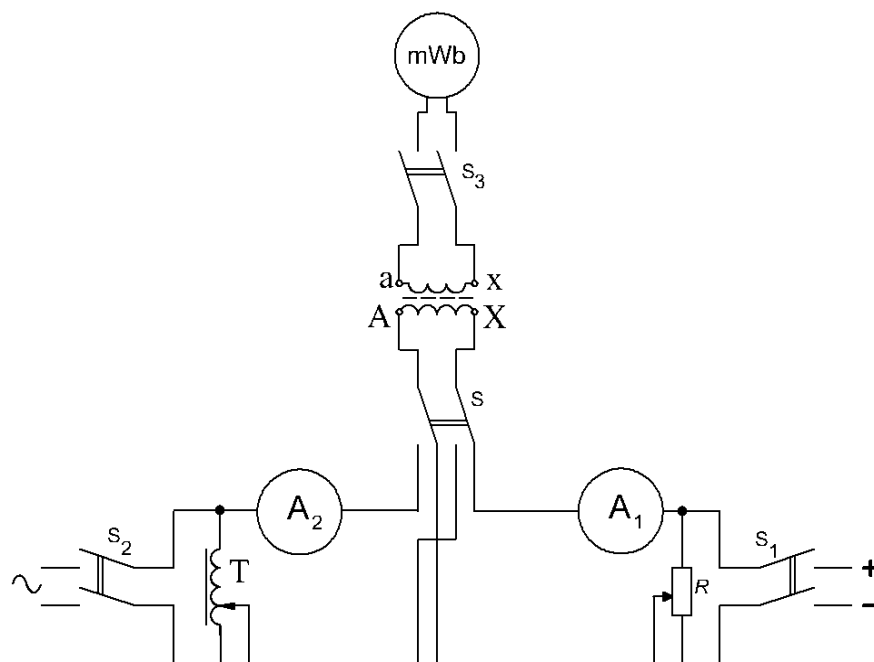

Рисунок 4 – Схема для исследования неразветвленной магнитной цепи
3. Собрать электрическую схему для исследования неразветвленной магнитной цепи (рисунок 4) и представить ее для проверки преподавателю.